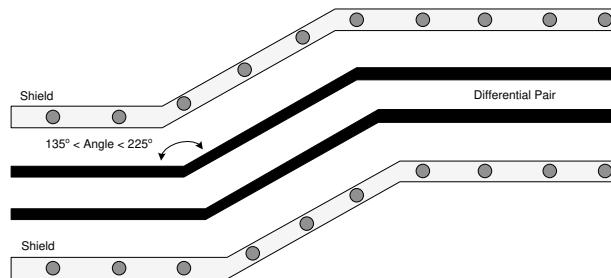

図 8-3. V-by-One の配線例
- 差動信号ペアに関する曲げ角度が $135^\circ \sim 225^\circ$ であることを確認します (図 8-3 を参照)。